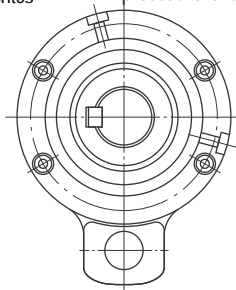

Figura 2 / Figure 2
- No contra-recuo forma 257, devem ser retirados ambos os parafusos localizados na tampa (2) e colocado óleo lubrificante pelo furo superior até o mesmo começar a escorrer pelo outro furo localizado lateralmente (Figura 2).